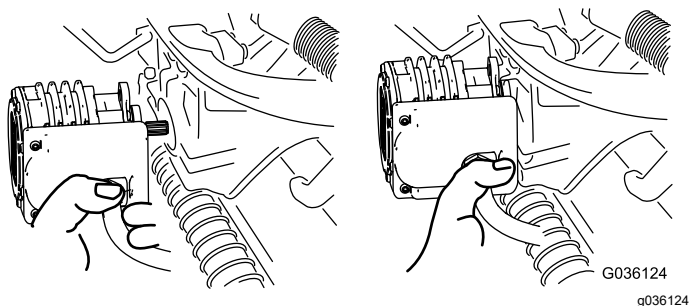

Figure 67
4. Transférez le moteur à la position de rangement sur l'avant du bras de suspension (Figure 67).